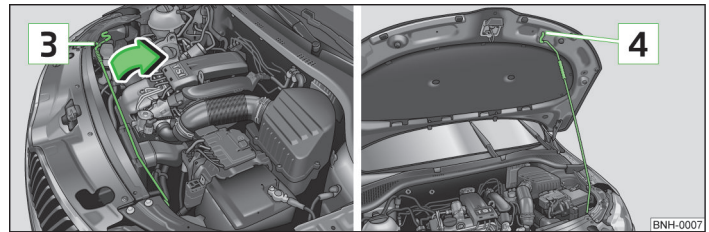

Abb. 132 Motorraumklappe sichern
- › Die Klappenstütze aus der Halterung **3** » Abb. 132 in Pfeilrichtung nehmen und die geöffnete Klappe sichern, indem das Ende der Klappenstütze in die Öffnung **4** gesetzt wird.
- › Die Motorraumklappe etwas anheben und die Klappenstütze aushängen. Die Klappenstütze in die dafür vorgesehene Halterung **3** einsetzen » Abb. 132.